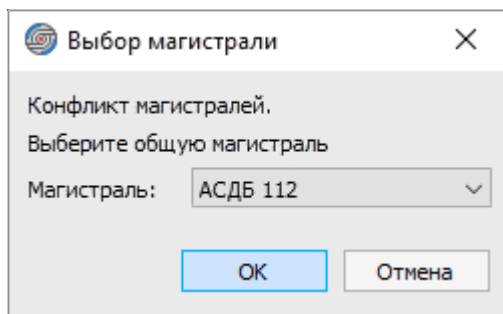

Рисунок 264. Диалоговое окно «Выбор магистрали»
- При значении «Решать вручную» отобразится диалоговое окно «Выбор магистрали» с возможностью выбрать общую магистраль, которая будет присвоена всем соединяемым портам (см. рисунок 264).